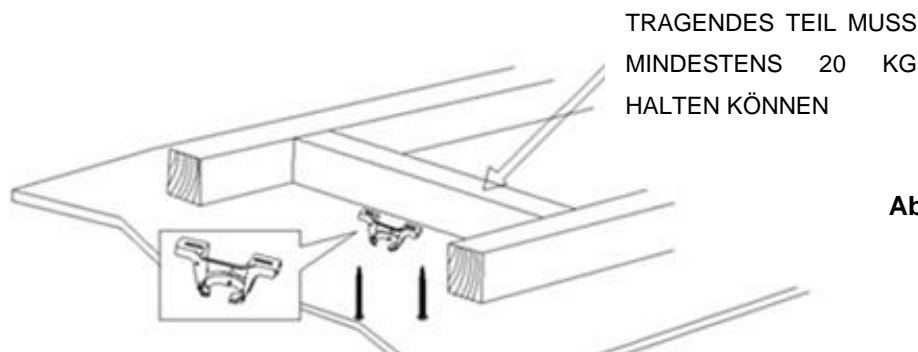

Abb. 2
- Schrauben Sie mithilfe der beiden langen mitgelieferten Schrauben die Halterung an einen Deckenbalken oder Träger an, der mindestens 20 kg tragen kann. Stellen Sie sicher, dass mindestens 30 mm der Schraube in das tragende Bauteil eingeschraubt sind. (Abb. 2)